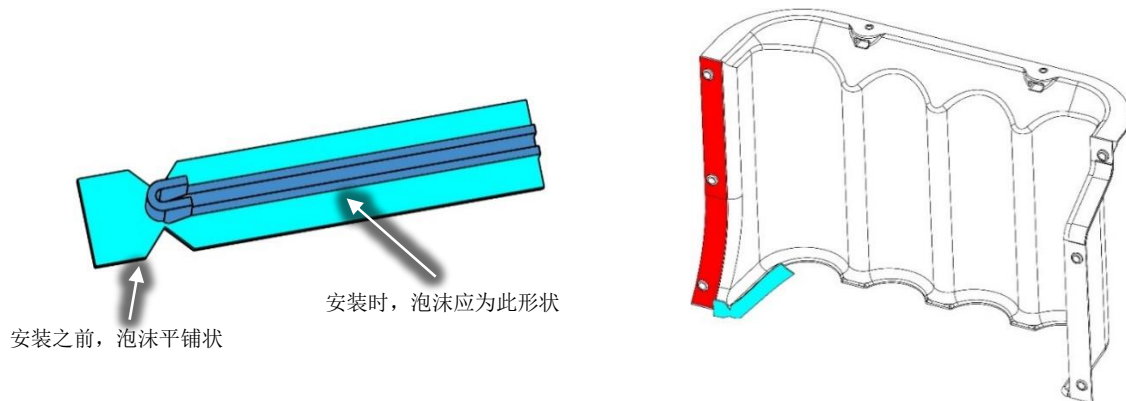

图 7 - 泡沫包裹
- 小心围绕盖板粘贴泡沫，此时仅粘贴泡沫的中心部分。此步与下一步请参见图 7（泡沫包裹）。